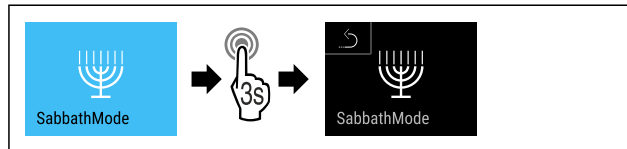

Fig. 16
- ▶ Izvedite zahtevane korake (glejte Fig. 16).